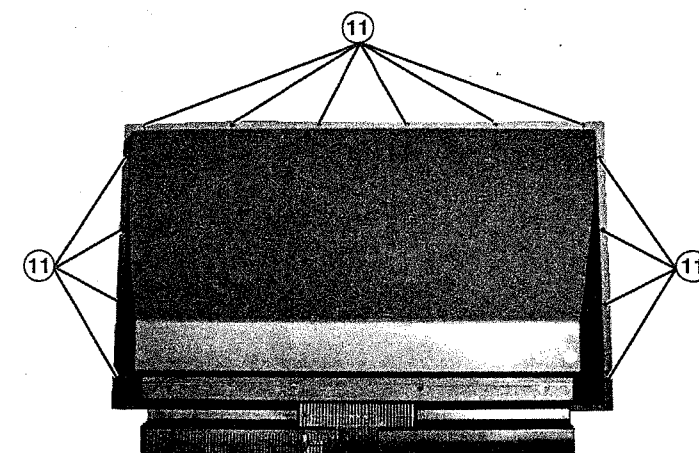
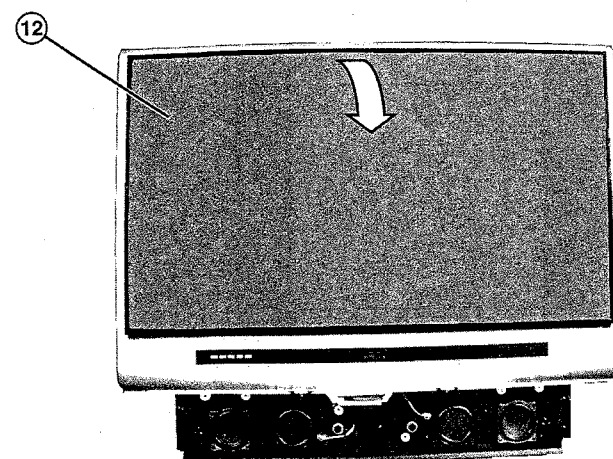

Fig. 8
Fig. 9
- f - 14 Schrauben **(11)** der oberen Rückwand lösen und Bildschirm **(12)** nach vorne neigen (Abb. 8 und Abb. 9)
- f - Svitare **(11)** (x 14) il fissaggio del coperchio dietro superiore e inclinare il schermo **(12)** (fig. 8 e fig. 9)
- f - Desatornillar **(11)** (x 14) que fijan la tapa trasera superior e inclinar la pantalla **(12)** (fig. 8 y fig. 9)